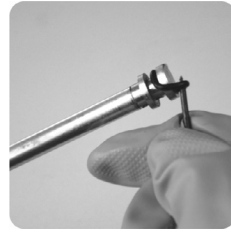

Fig. 18
12. Retirar el anillo de sello/oring del soporte si estuviera dañado/gasto, conforme fig. 18.